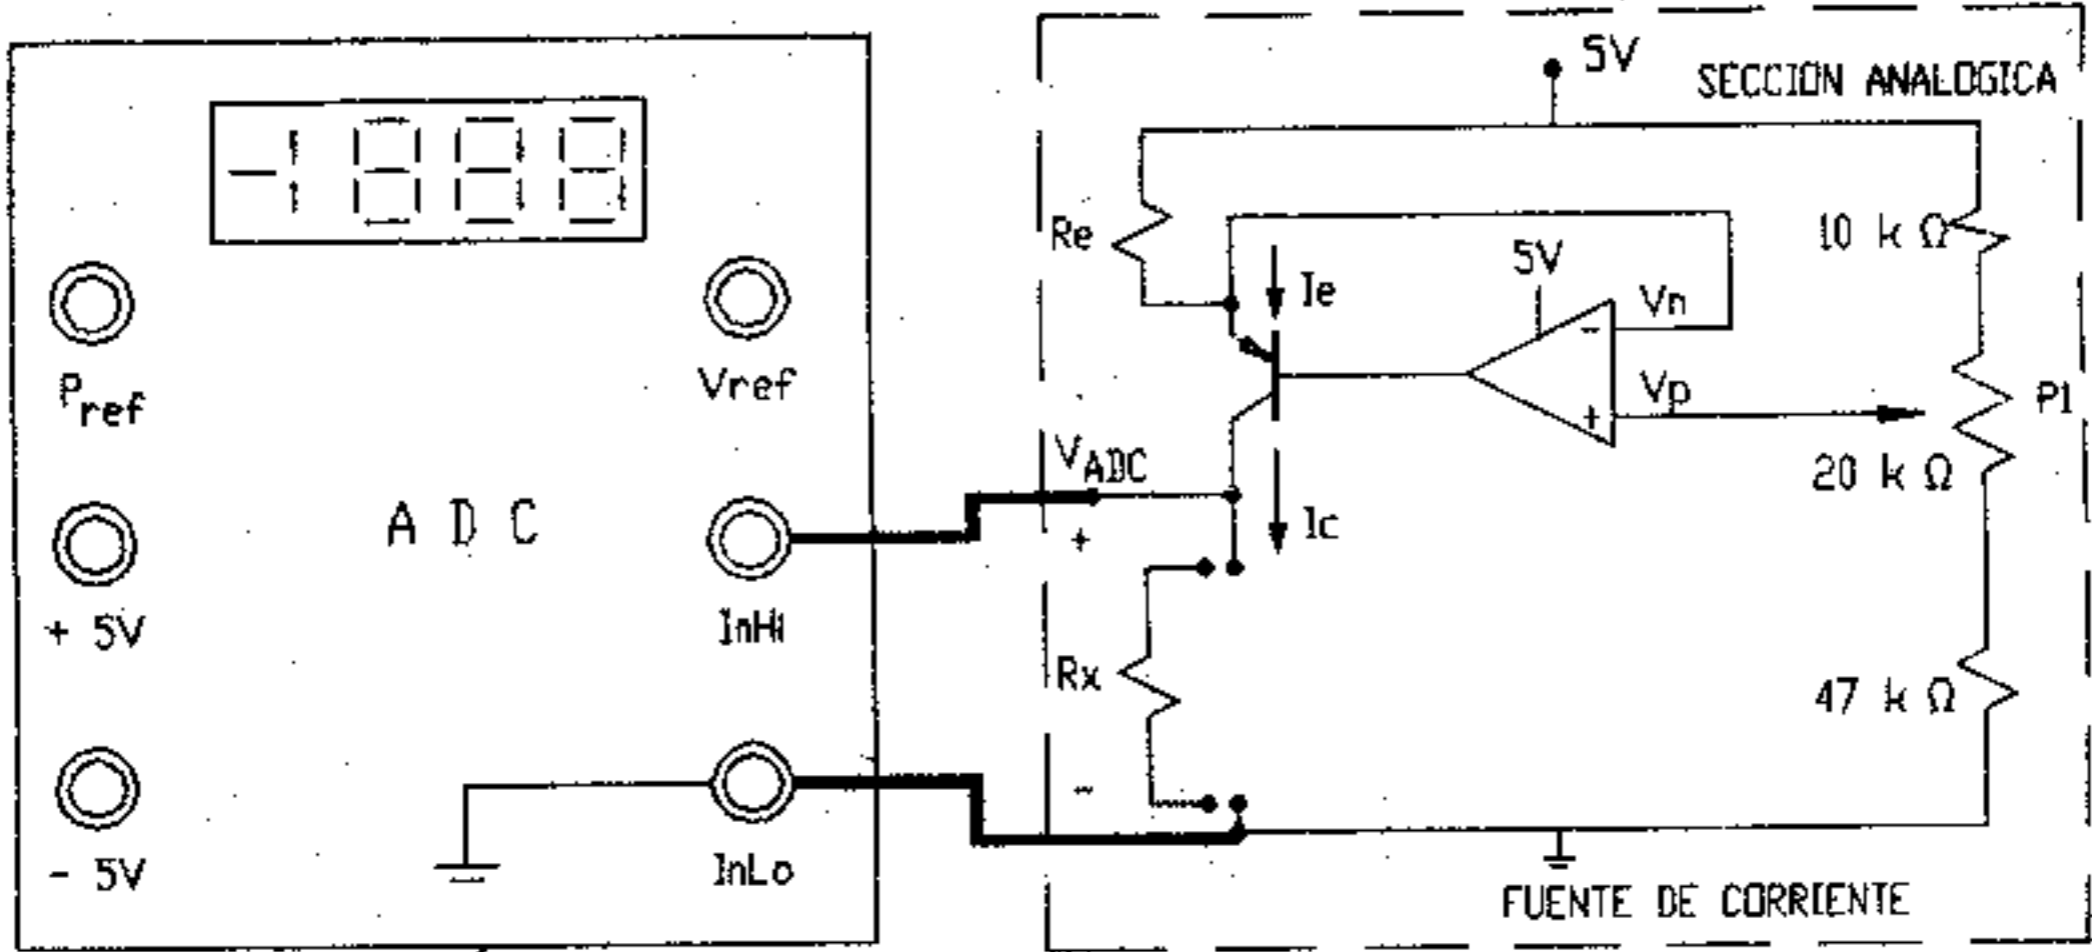

Figura 12
- b) En relación con el circuito de fuente de corriente de la figura 12, determine el valor de la resistencia de escala R_e a fin de que el óhmetro funcione en un rango de $0 - 2000 \Omega$.
c) Arme el circuito de la figura 12.